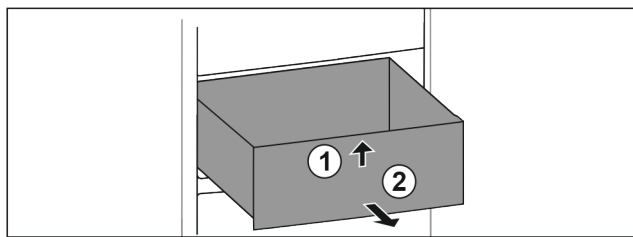

Fig. 71
- ▶ Emelje meg a fiók elejét. Fig. 71 (1)
- ▶ Vegye ki a fiókot előrefelé. Fig. 71 (2)